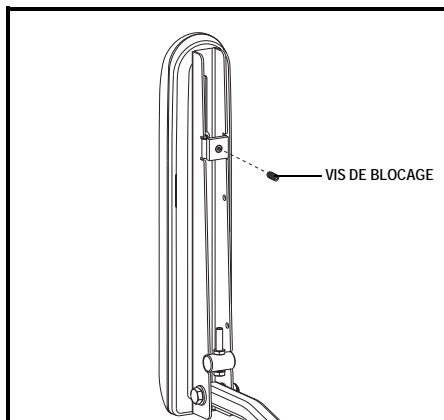

Figure 15. Dessous de l'accoudoir
2. Desserrez la vis de réglage sous l'accoudoir. Voir la figure 15.